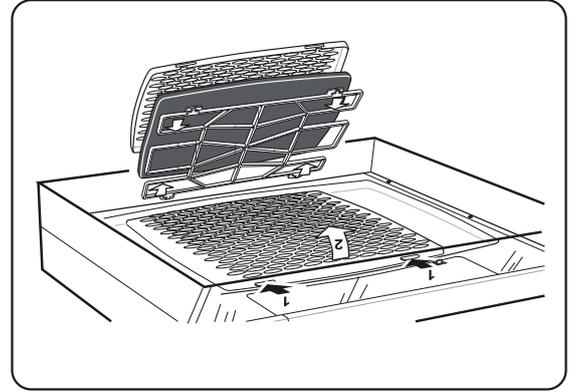

Abbildung 1
Die Dunstabzugshaube wird mit einem feuchten Tuch und einer milden Reinigungslösung gereinigt. Bei normalem Gebrauch sollte der Fettfilter ca. alle zwei (2) Wochen gereinigt werden. Lösen Sie die Filterkassette durch Drücken der Druckverschlüsse am vorderen Rand der Kassette und nehmen Sie den Filterträger und das Filz durch Öffnen der Halterung heraus, Abb. 1. Tauchen Sie Filterfilz und Träger in spülmittelhaltiges warmes Wasser. Beides kann auch in der Geschirrspülmaschine gereinigt werden. Es wird empfohlen, die Dunstabzugshaube mehrere Male im Jahr zu reinigen. Verwenden Sie dafür ein feuchtes Tuch und Geschirrspülmittel. Nach Abschluss der Reinigung die Filterkassette wieder einsetzen und nach oben drücken, bis der Druckverschluss einrastet.